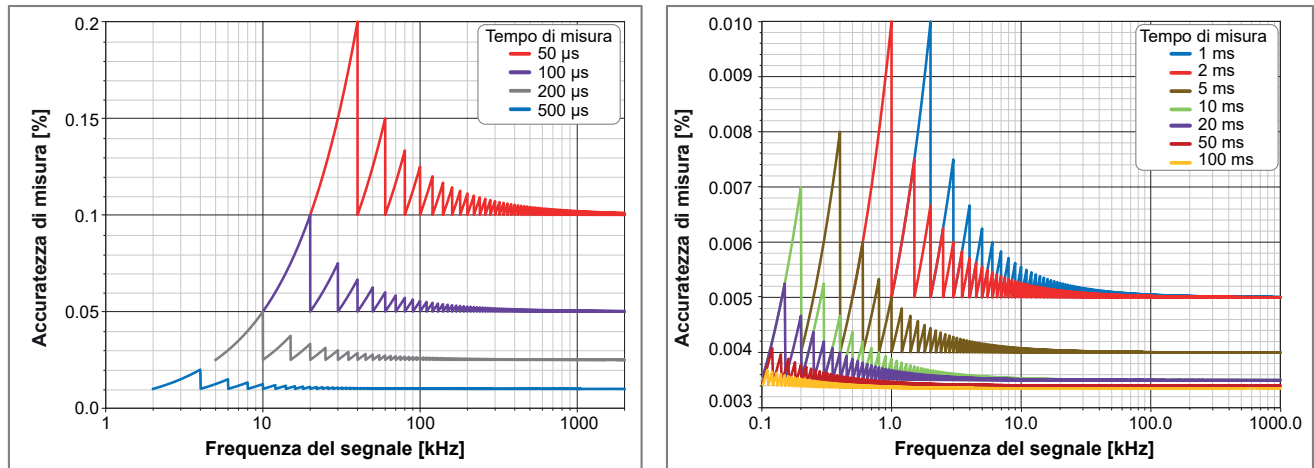
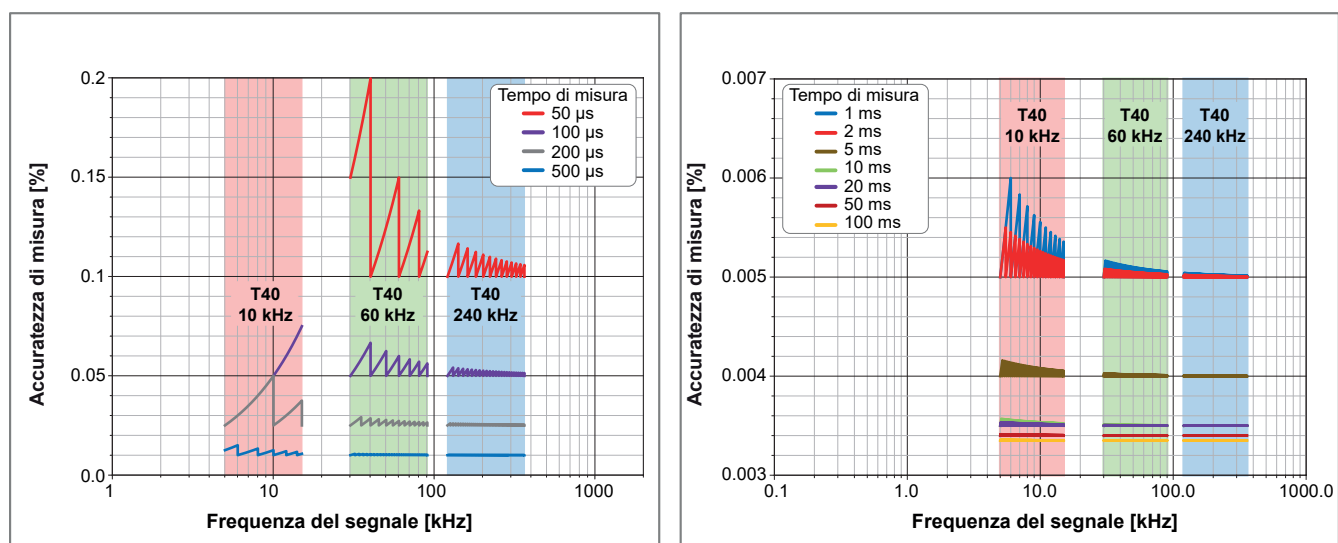
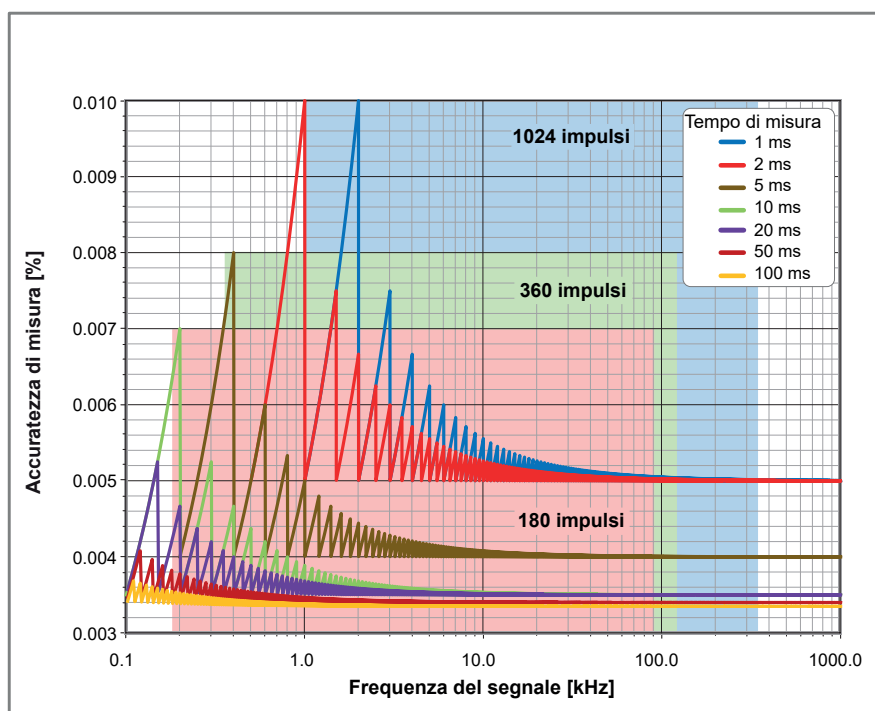

Figura 26: Incertezza di misura massima della frequenza
Figura 27: Campo operativo coppia rispetto all'incerteza di misura e al tempo di misura
Figura 28: Campo operativo trasduttore numero di giri rispetto all'incerteza di misura e al tempo di misura
- (1) Nota: Mantenere il prescaler della frequenza il più piccolo possibile per il campo di frequenze selezionato per ottenere la migliore accuratezza di misura.
- (2) La frequenza del segnale dello scenario del caso peggiore è leggermente inferiore al valore visualizzato, coerentemente con lo schema a dente di sega osservato nella Figura 26.
La sovrapposizione di questi campi operativi sui grafici dell'incerteza di misura del timer della Figura 26 si traduce nella Figura 27 (vedi in basso).
La sovrapposizione di questi campi operativi sui grafici dell'incerteza di misura del timer della Figura 26 si traduce nella Figura 28 (vedi in basso).